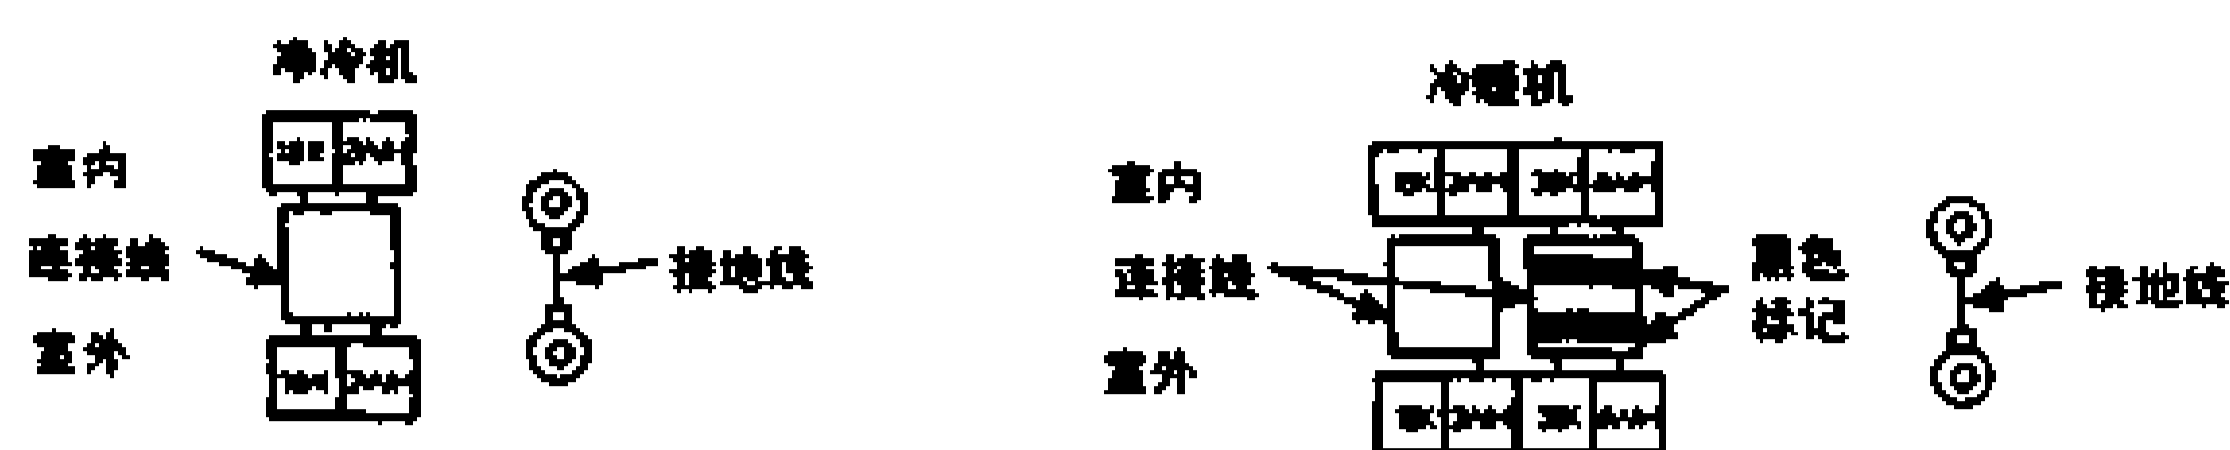

图 1-2-24
(3) 应使用标有接地记号的接地螺钉进行连接。
(4) 连接电线的线端连接方法，请按图 1-2-24 所示那样一定完全插入到接线盘端口内底部，使之连接起来。